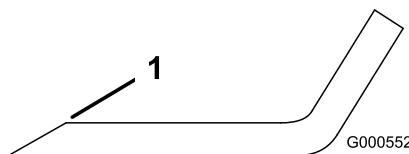

Figure 51
1. Au moyen d'une lime, aiguisez les tranchants aux deux extrémités de la lame (Figure 51).
Remarque: Si la lame est déséquilibrée, limez un peu l'extrémité de la partie relevée seulement (Figure 51).